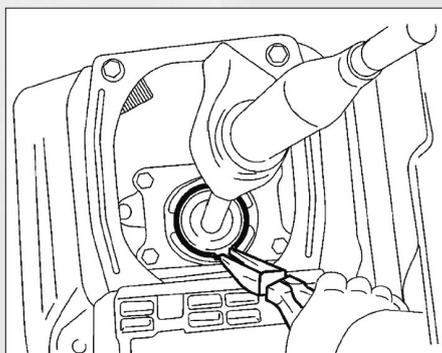

FIG. 4
- À l'aide d'une pince bec, déposer le levier de sélections de transfert, en retirant le circlip (fig. 4).